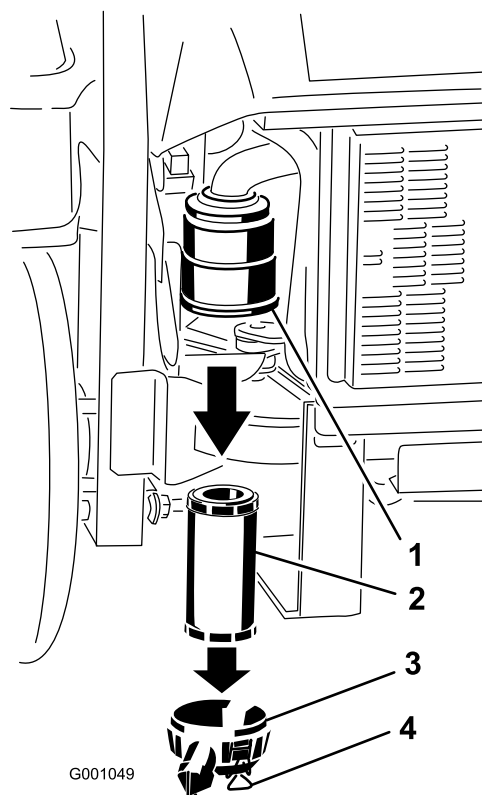

Figura 35
3. Abra los cierres del limpiador de aire y tire de la tapa del limpiador de aire para separarla de la carcasa del limpiador de aire (Figura 35).
5. Extraiga con cuidado el filtro del cuerpo del limpiador de aire (Figura 35). Evite golpear el filtro contra el lado de la carcasa.